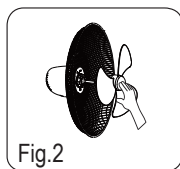

Fig.2
3. Install the fan blade on the motor fan shaft. (Fig. 2)